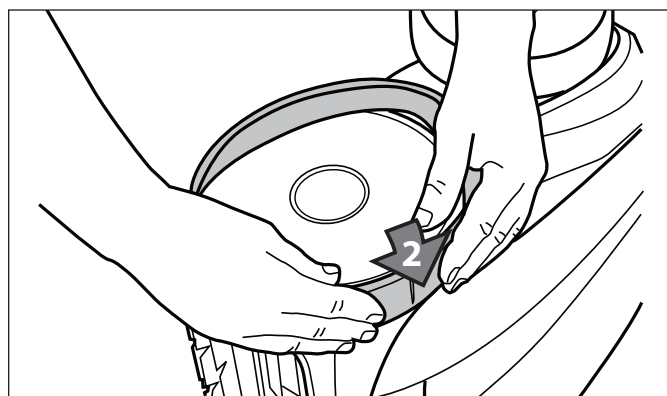

Figura 35. Comience al otro lado del neumático
4. Pulse un lado del neumático de la rueda y el ajuste de la costilla del neumático en la ranura de la rueda como se muestra en la Figura 35.